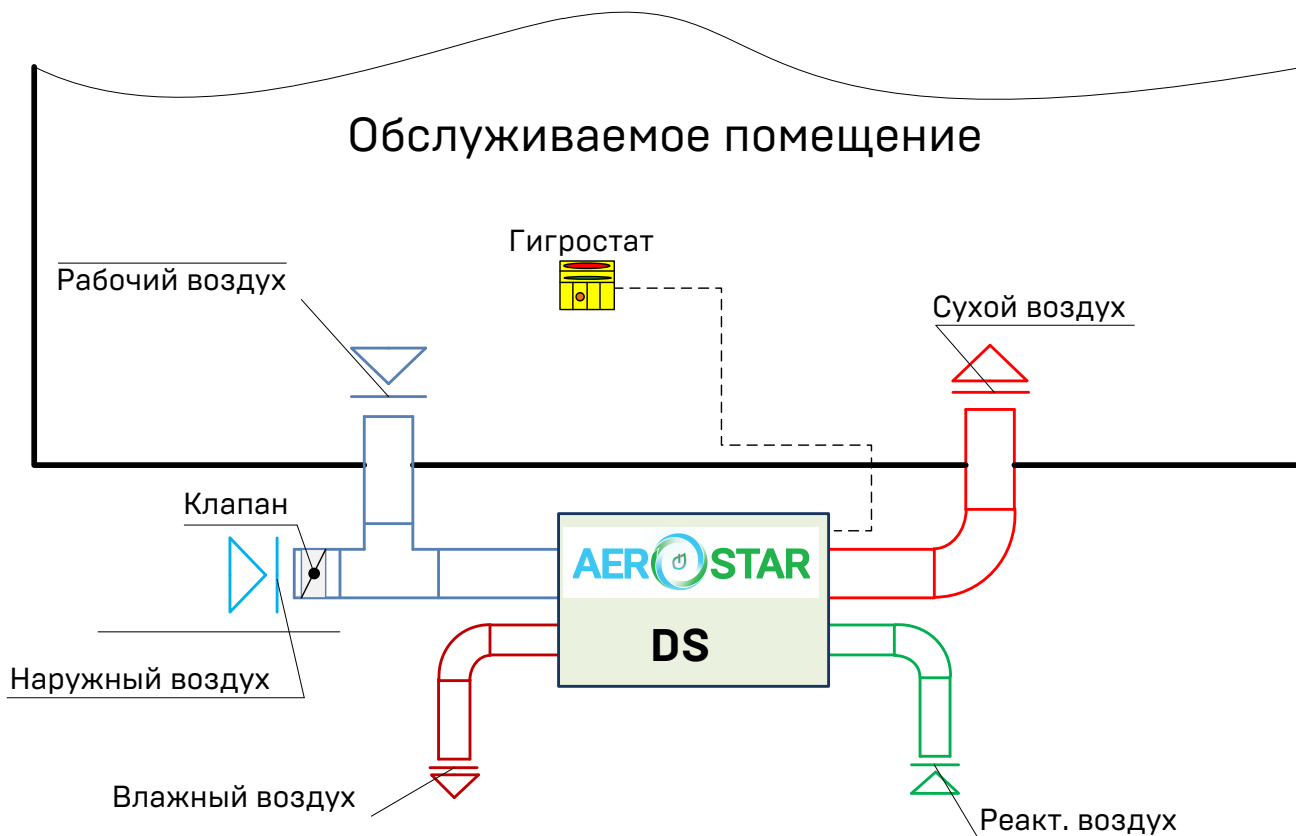

Рисунок 4.6 – Работа осушителя по «закрытой» схеме с подмесом свежего воздуха (наружное исполнение)
- ✓ работа осушителя по «закрытой» схеме с подмесом наружного воздуха (наружное исполнение) – см. рисунок 4.6;